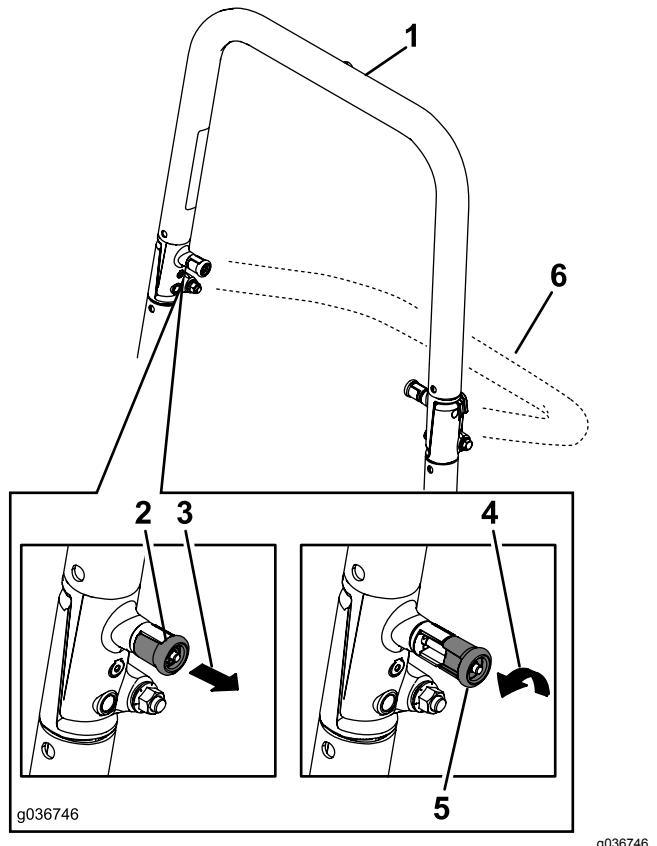

Bild 9
2. Ziehen Sie beide Handräder heraus und drehen sie um 90°, damit sie nicht eingerastet sind (Bild 9).
3. Senken Sie den Überrollbügel ab (Bild 9).
4. Zum Hochklappen des Überrollbügels heben Sie ihn in die Betriebsstellung an und drehen die Handräder, bis sie sich teilweise in den Schlitten bewegen (Bild 9).
5. Klappen Sie den Überrollbügel ganz hoch und drücken Sie gleichzeitig auf den oberen Überrollbügel, damit die Stifte einrasten, wenn die Löcher mit den Stiften ausgefluchtet sind (Bild 9).